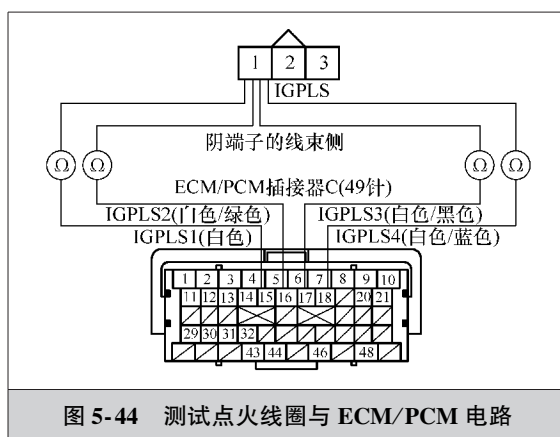

图 5-44 测试点火线圈与 ECM/PCM 电路
- 8) 如图 5-44 所示，检查相应的点火线圈 3 针插接器 1 号端子和故障气缸相应的 ECM/